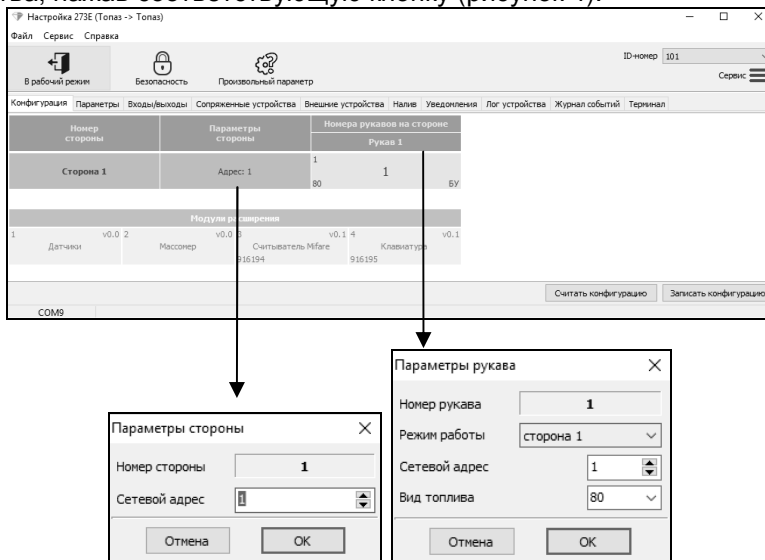

Рисунок 4
10.3 На первой вкладке программы считать конфигурацию устройства, нажав соответствующую кнопку (рисунок 4).
| | Адрес стороны | 1 – 255 | см. рисунок 4 |